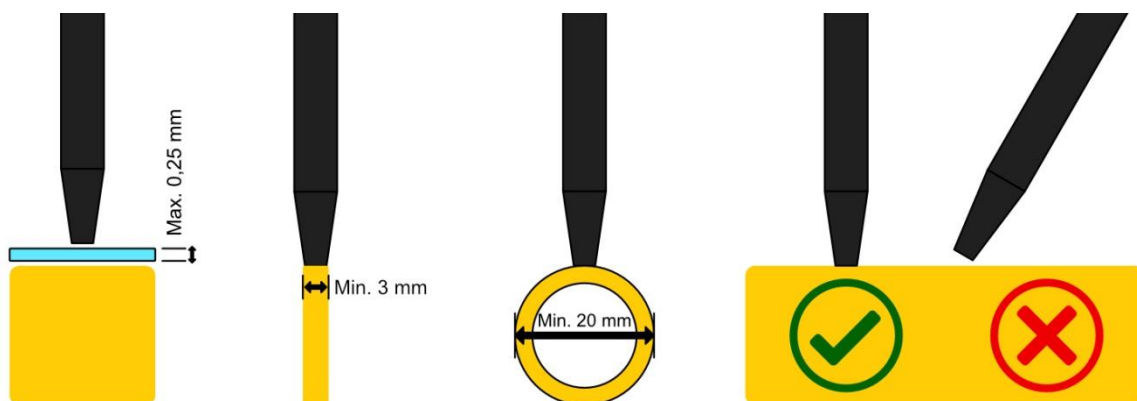

Figure 2 – Instruction pour le positionnement de la pointe de mesure.
Pour déterminer la conductivité de votre objet de test, placez la pointe du stylo verticalement sur la surface de l'objet de test (voir Figure 2). **Ne placez pas la pointe avec trop de force ou sur des bords d'estampage à arêtes vives, car cela pourrait endommager ou détruire la bobine sensible dans la pointe.** Une légère pression, comme lorsqu'on écrit avec un stylo à bille, suffit parfaitement. L'appareil effectue deux mesures par seconde. La valeur de conductivité est ainsi continuellement affichée à l'écran avec une précision d'une décimale ③. En raison des intervalles de mesure et du changement de position de la pointe de mesure, dû à l'utilisateur, il est possible que la valeur de conductivité affichée ne reste pas constante.